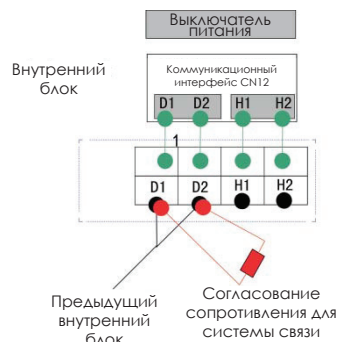

Рис.5.3.2
- (4) Закрепите линию связи стяжкой на блоке электропитания.
- (5) Для обеспечения надежной связи между внутренним блоком и внешним блоком и связи между внутренними блоками установите согласованное сопротивление (поставляется в комплекте перед отгрузкой с завода) в клеммной панели последнего внутреннего блока при последовательном соединении. Согласованное сопротивление должно быть подключено параллельно между клеммами D1 и D2, как показано на рис.5.3.2.